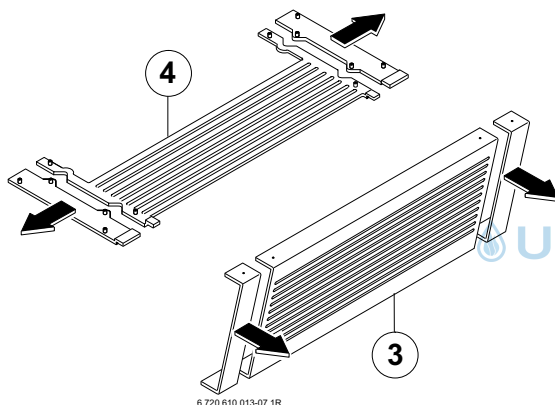

Bild 6
- Vorderwand (3) und Bodenteil (4) an der Perforation vorsichtig abbrechen und entgraten (siehe Bild 6)